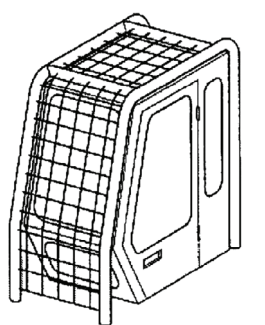

Рис. 3.2.1
- При проведении работ на высоте, могут падать фрагменты или куски материалов. Убедитесь в том, что машина, на которую установлен сменный рабочий орган, имеет необходимые защитные механизмы для выполнения данного вида работ, а также имеет кабину с защитной конструкцией от падающих предметов (Рис. 3.2.1).